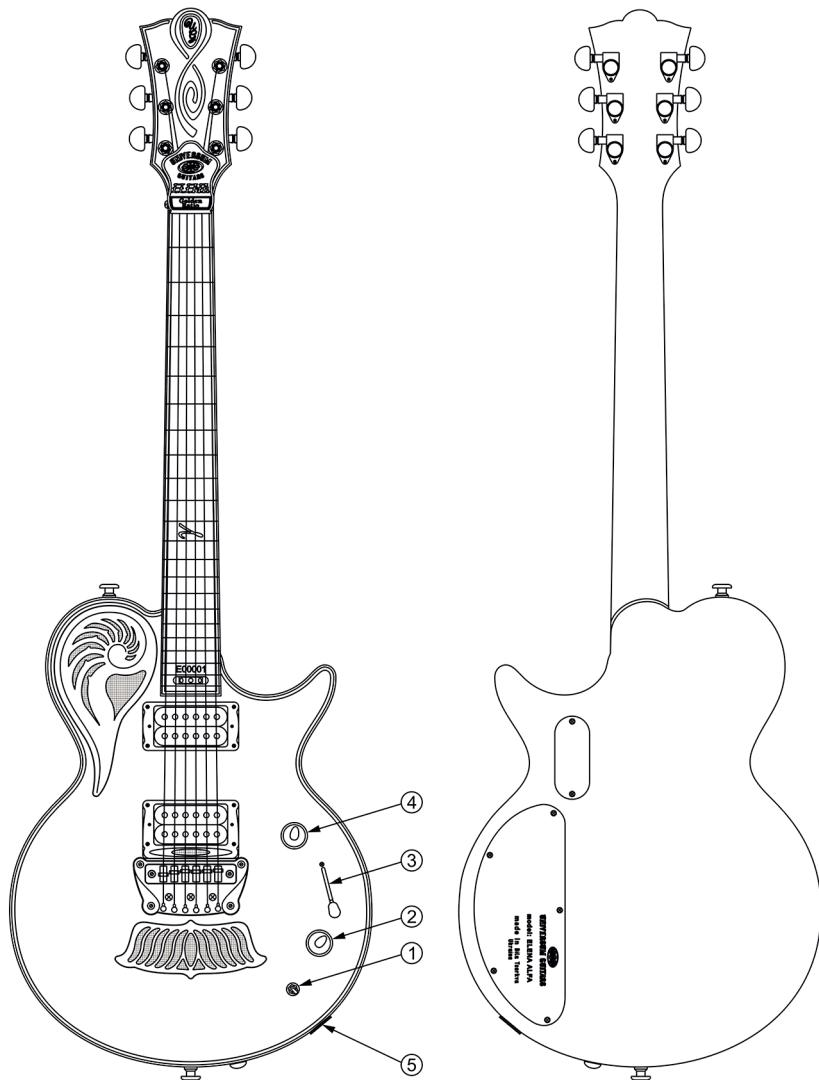

Bild 19
- Ausgangsbuchse - elektromagnetisch (Bild 19 Pos. 5).
- Einspeiseelement – 1 St. (Bild 19 Pos. 6).
- 1) Handgriff des Zweistufen-Minischalters (Bild 19 Pos. 1) des autonomes Monitor-Systems “UNIVERSUM MS” (System des autonomen Klanges der Vollkorpus-Elektrogitarre).
- 2) Handgriff der Potentiometers für die Einstellung der Tonstufe (Bild 19 Pos. 2) mit dem Zweistufenschalter von Typ “Push-Pull”. Der Schalter schaltet jeweils eine Spule in jedem elektromagnetischen Tonabnehmer ab.
- 3) Handgriff des Dreipunkt-Wahlschalters (Bild 19 Pos. 4): schaltet die Kommutierungskombinationen der elektromagnetischen Tonabnehmern um.
- 4) Handgriff des Potentiometers für die Einstellung der Lautstärke der E-Gitarre (Bild 19 Pos. 4).